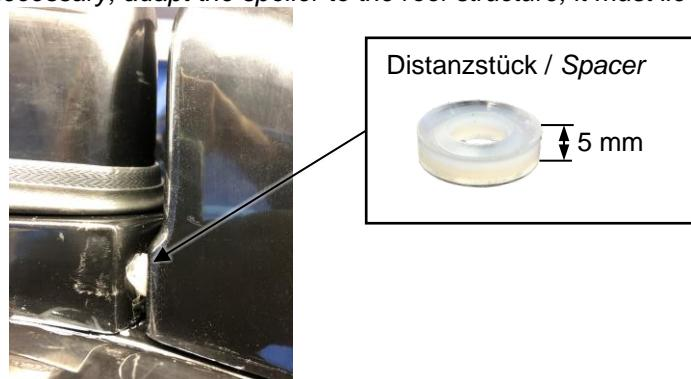

Abb. 3-1: Positionierung des Frontspoilers / Positioning of the front spoiler
- Er muss einen Abstand von 5 mm zum GFK-Rahmen haben (s. Abb. 3-1)
- It must have a distance of 5 mm to the GRP frame (see Abb. 3-1)